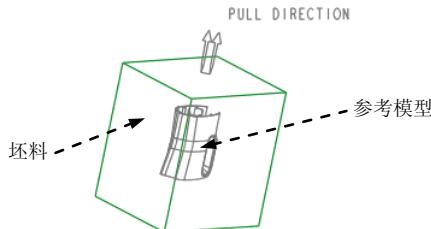

图 17.2 参考模型和坯料
在开始设计一个模具前，应先创建一个“模具模型”，模具模型包括图 17.2 所示的参考模型和坯料。
(1) 在“布局”对话框的 **参考模型起点与定向** 区域中单击 **...** 按钮，系统弹出“获得坐标系类型”菜单。
(2) 定义坐标系类型。在“获得坐标系类型”菜单中选择 **Dynamic (动态)** 命令，系统弹出“元件”窗口和“参考模型方向”对话框。
(3) 旋转坐标系。在“参考模型方向”对话框的 **轴** 区域中选择 **Z** 轴作为旋转轴；在 **角度** 文本框中输入数值 180，按 **Enter** 键。
(4) 在“参考模型方向”对话框中单击 **确定** 按钮；在“布局”对话框中单击 **确定** 按钮；在 **CAV LAYOUT (型腔布置)** 菜单中单击 **Done/Return (完成/返回)** 命令，完成坐标系的调整，结果如图 17.2 所示。